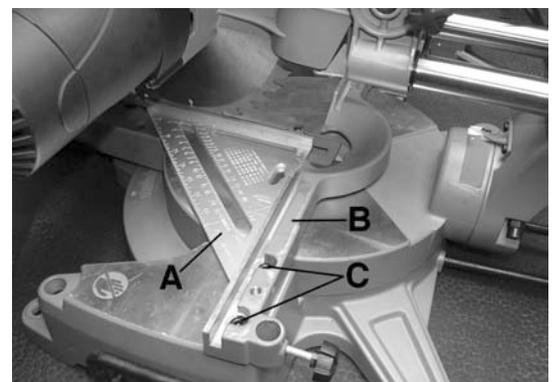

Figure 13
7. Placez une équerre (A) Fig.13 contre le guide (B) et la partie à plât de la lame.
10. Retirez les boulons à tête cylindrique et désérrez les deux boutons de verrouillage qui retiennent les extensions du guide, retirez les extensions du guide en les glissant vers l'extérieur. Désérrez les boulons à tête cylindrique (C) Fig.13 des deux côtés du guide. Positionnez le guide contre l'équerre et reserrez les boulons à tête cylindrique.